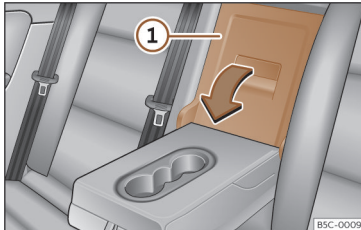

Fig. 130 Pe spătarul banchetei: deschiderea trapei.
- Trageți maneta de eliberare în direcția săgeții și împingeți capacul platformei»» **fig. 130** ① în jos și în față.